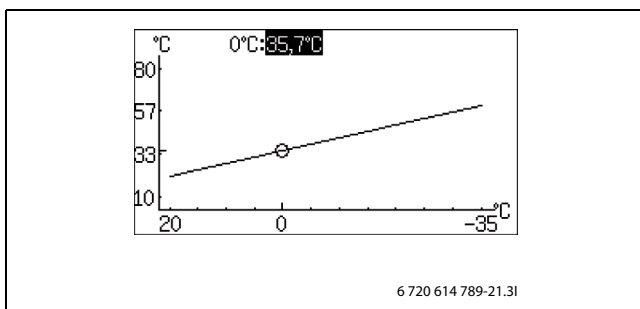

Рис. 64
- ▶ Поверните ручку управления, когда выделен квадратик, пока не будет отмечен 0 °C (→ рис. 64).